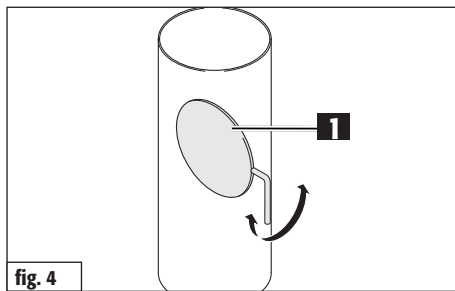

fig. 4
Le poêle-cheminée Como doit être raccordé à une cheminée appropriée avec une hauteur effective d'au moins 4,50 m. Il peut fonctionner avec une cheminée sur laquelle plusieurs foyers sont raccordés. Le diamètre de la cheminée doit correspondre au diamètre du conduit de fumée. Une cheminée avec une hauteur effective trop petite et/ou une section trop grande ou trop petite peut avoir une incidence sur le tirage. La pression de refoulement (tirage de la cheminée) nécessaire pour le poêle-cheminée Como est de 11 Pa. Des pressions de refoulement plus élevées entraînent une augmentation des émissions du foyer, une contrainte accrue sur le foyer et même des dommages. La pression de refoulement maximale admissible pour Como est de 35 Pa à l'entrée des gaz d'échappement de la cheminée. L'installation d'un clapet d'étranglement (fig. 4/1) ou d'un limiteur de pression de refoulement peut s'avérer utile.
Le registre (fig. 4/1) est un élément fonctionnel en option. Il est monté dans le conduit de fumée et sert à réguler le flux des gaz de fumée, réduisant ainsi la vitesse de combustion. Si la poignée du registre est perpendiculaire au conduit de fumée, le flux des gaz de fumée est réduit au maximum. En règle générale, nous recommandons d'installer un clapet d'étranglement pour réduire la pression de refoulement. Respectez les réglementations légales en vigueur spécifiques au pays.
**Avant d'ouvrir la porte du foyer durant la phase de combustion, ouvrir d'abord le registre (fig. 4).**